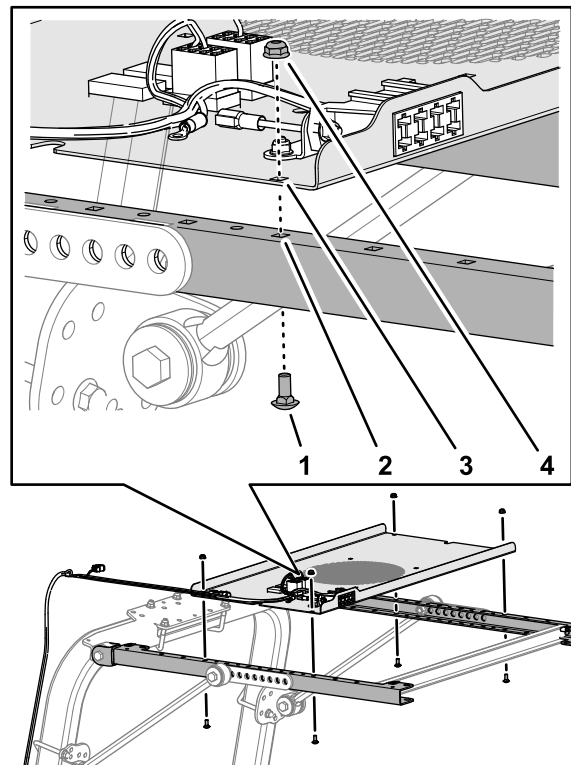

Figure 8
- Alignez les trous carrés du panneau de commande et les trous carrés des 2 profilés latéraux du cadre du pare-soleil, comme montré à la Figure 8.
- Fixez le panneau de commande aux profilés latéraux du cadre (Figure 8) à l'aide des 4 boulons de carrosserie (n° 10 x 1/2") et des 4 contre-écrous à embase (n° 10).